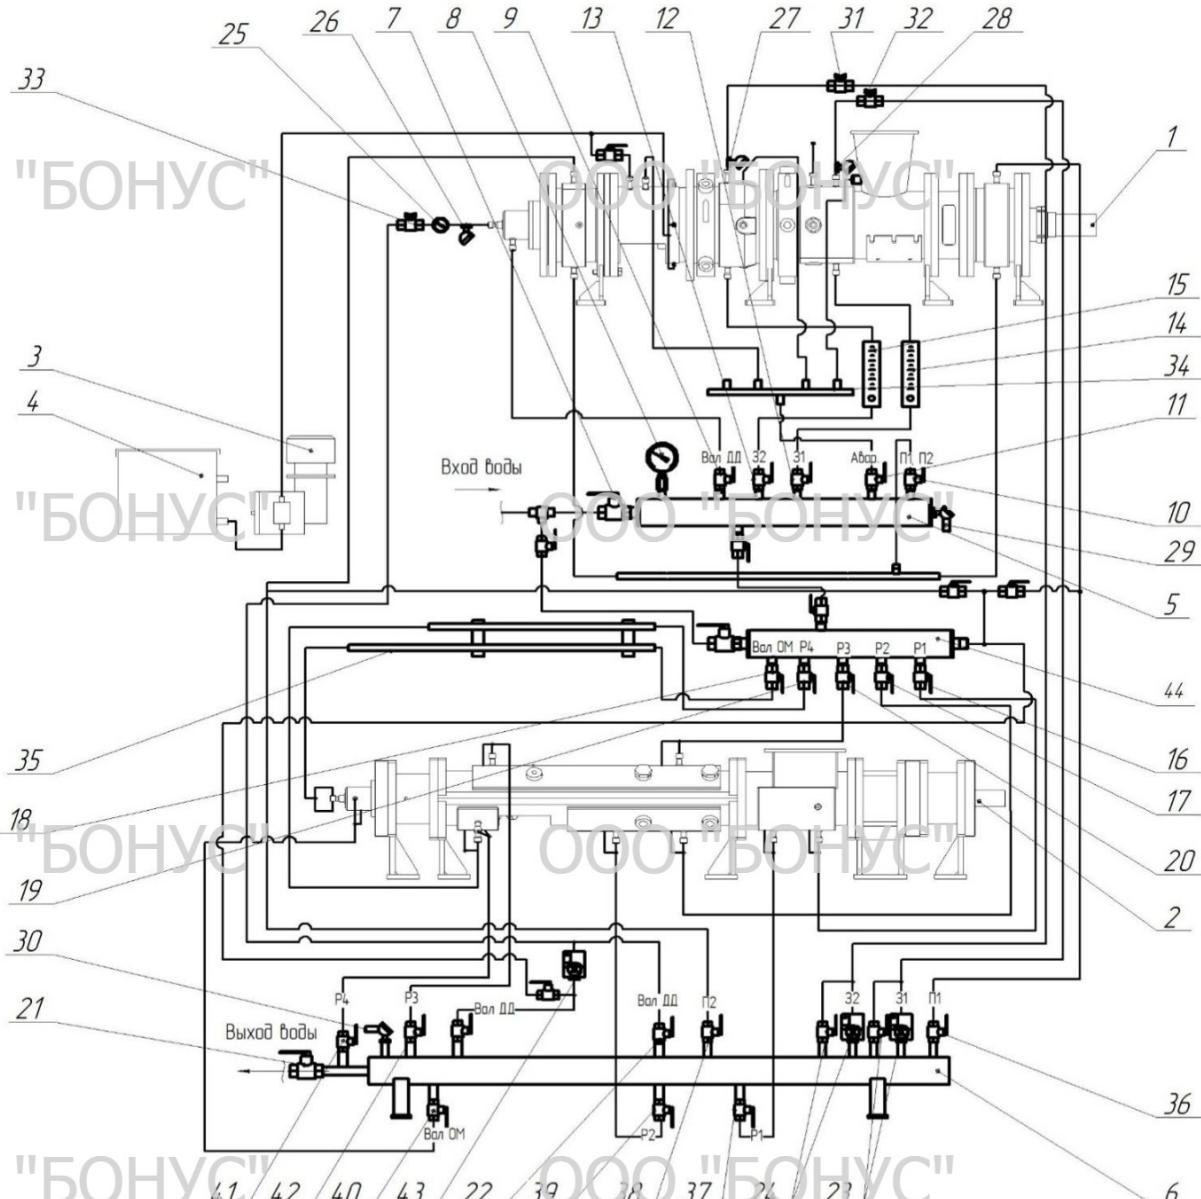

Рис. 14
Гидравлическая схема машины Р-100 (рис.14), обеспечивает необходимый температурный режим в технологических зонах ДД, охлаждение готового регенерата в ОМ, Вода оборотная - 10-20°C, давление 1÷3 атм.
- Для подачи охлаждающей воды в систему машины Р-100, на входном коллекторе (рис.14) открыть краны: 7, 10, 16, 17, 18, 19, 20.